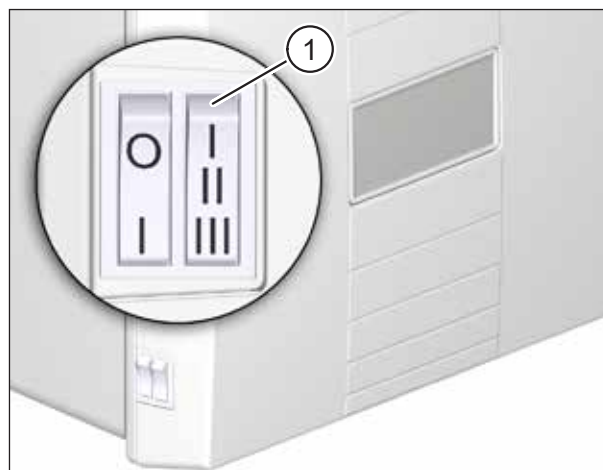

Fig. 21 : Réinitialiser l'indicateur du changement de filtre
- ▶ Choisissez en trois secondes sur l'interrupteur à bascule (pos. 1 in Fig. 21) les niveaux de ventilation les uns après les autres **I-II-III-II-I**. L'appareil d'aération émet des bips pour confirmer.
- ▶ Lorsque l'appareil émet des bips, choisissez à nouveau en trois secondes sur l'interrupteur à bascule (pos. 1 in Fig. 21) les niveaux de ventilation les uns après les autres **I-II-III-II-I**. L'appareil d'aération émet trois bips pour confirmer. La surveillance de la période courant à partir du dernier changement des filtres à air est relancée.